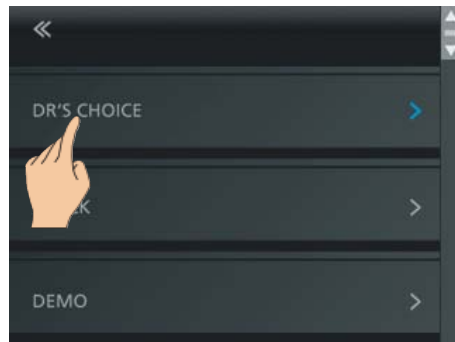

Fig. 21 Escolha da função DR'S CHOICE
- Entre no menu "Ajustes" e escolha DR'S CHOICE (Fig. 21).